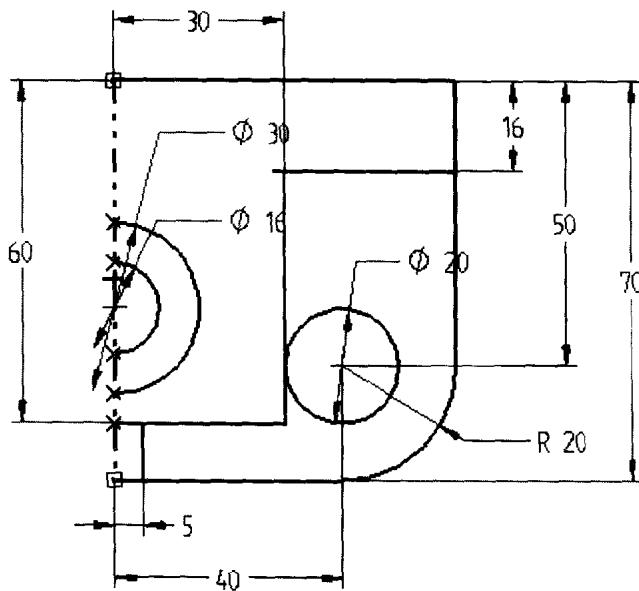

图 1-25
5. 利用智能尺寸标注命令 、几何元素间的尺寸标注命令 作尺寸约束（如图 1-25 所示）。